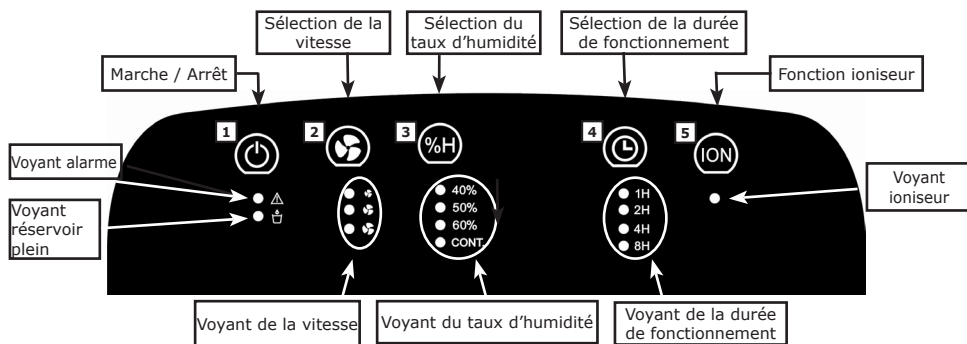

Fig. 3
- Appuyer sur le bouton **1** (Fig. 3) pour allumer l'appareil. Le DU BTI 2 émet un signal sonore.
Se référer à la description du tableau de bord fig. 3.